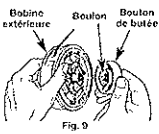

Fig. 9
1. Tenez d'une main la bobine extérieure et dévissez le bouton de butée en le tournant vers la gauche (Fig. 9).